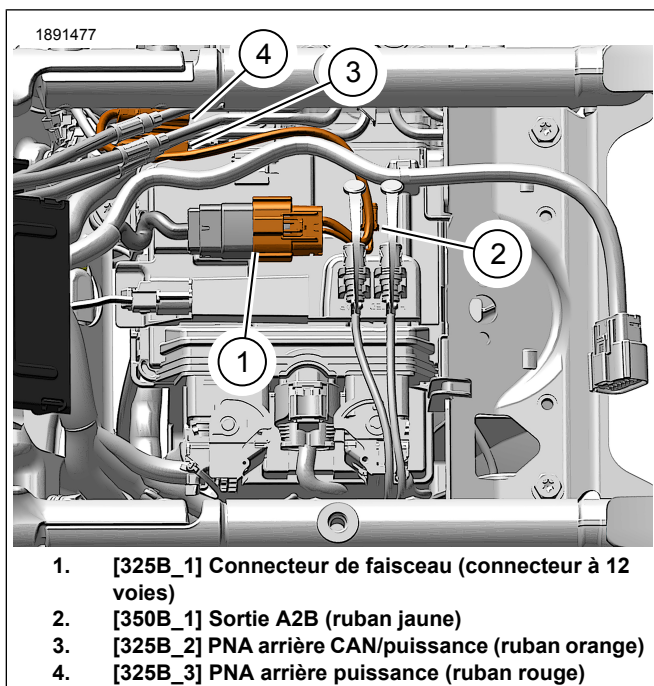

Figure 13. Harnais d'amplificateur accessoire
- a. Voir la Figure 13. Retirez la fiche d'étanchéité du connecteur du faisceau à 12 voies [325A_1] (1) sur le dessus du plateau de la batterie.